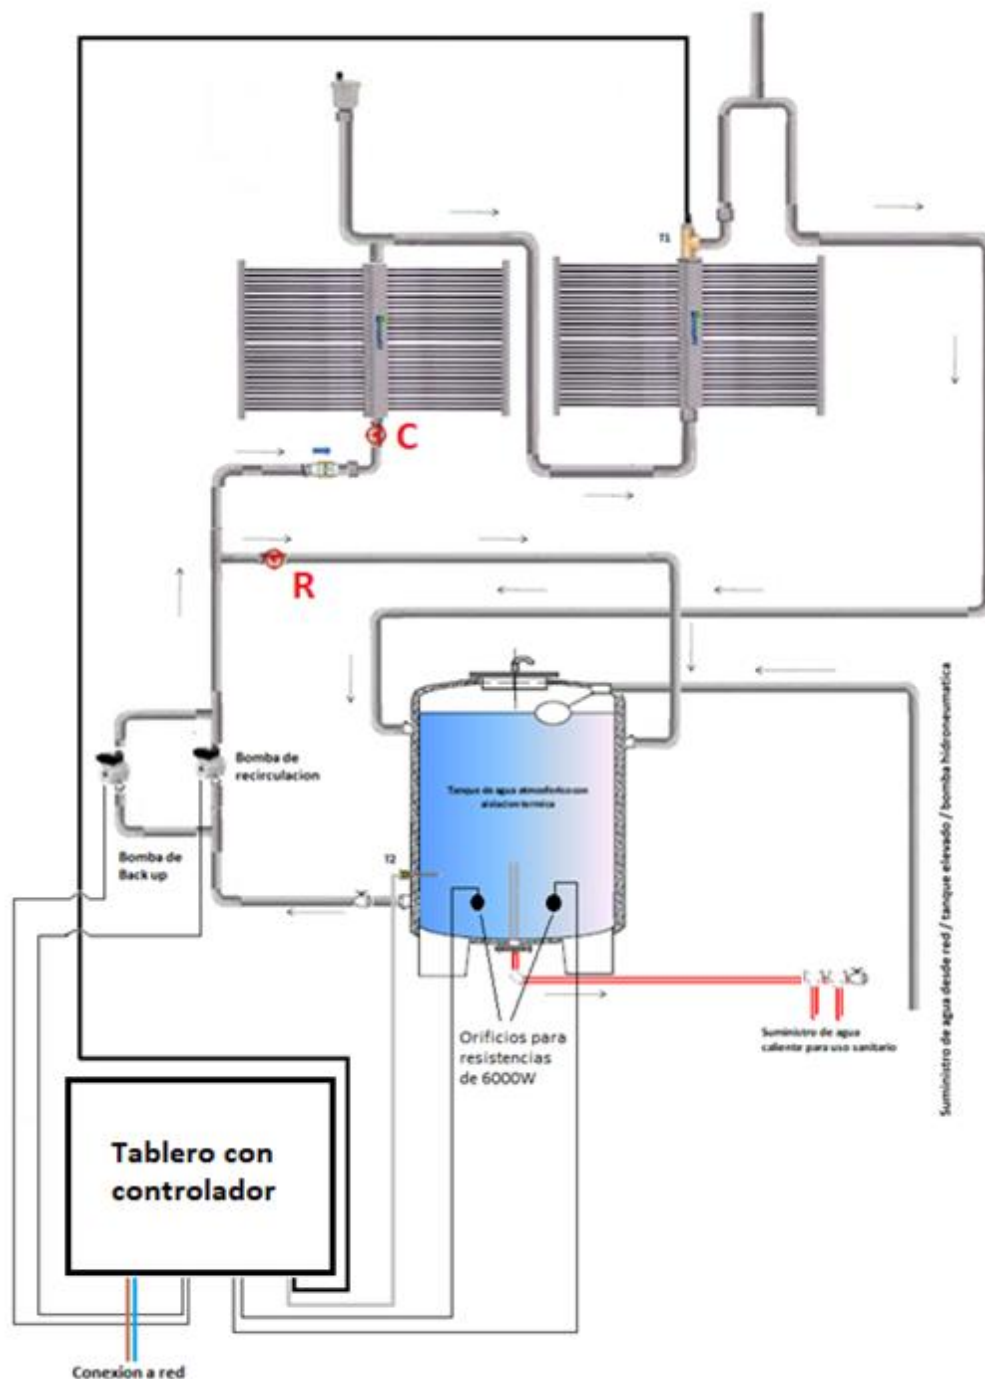

Imagen 13
- 1- Abrir por completo las válvulas **R** y **C** (ver imagen 13).